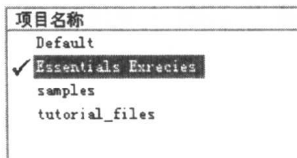

图 1
- (2) 在“快速入门”窗口的“如何开始”栏目中选择“项目”。
- (3) 在“项目”窗口的背景中右击鼠标，选择“浏览”，打开要安装 Essentials Exercises 的文件夹，然后双击 Essentials_Exercise.ipj 文件。
- (4) 在“项目”窗口中双击 Essentials_Exercise 项目，激活该项目，如图 1 所示。
- (5) 现在就可以开始本书中的练习了。